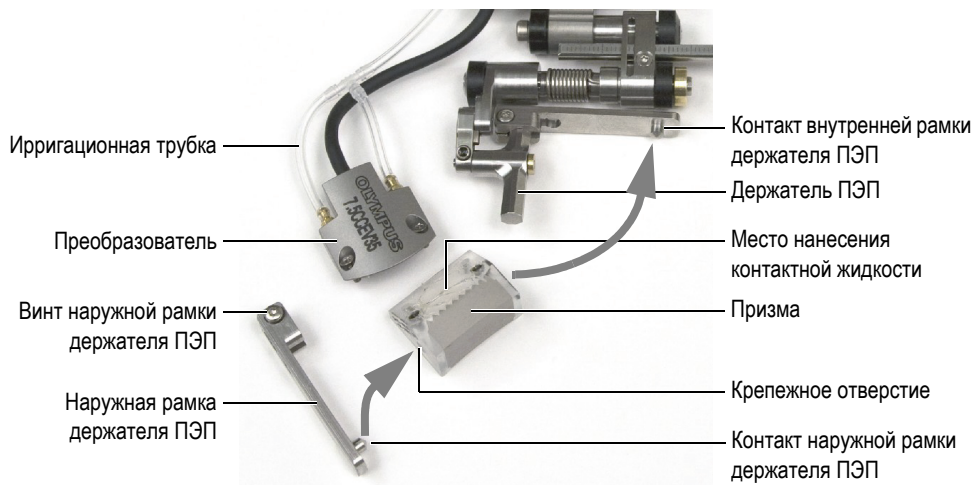

Рис. 2-4 Установка преобразователя и призмы на сканер
5. Вставьте контакт внутренней рамки держателя ПЭП в крепежное отверстие призмы (см. Рис. 2-4 на стр. 26).